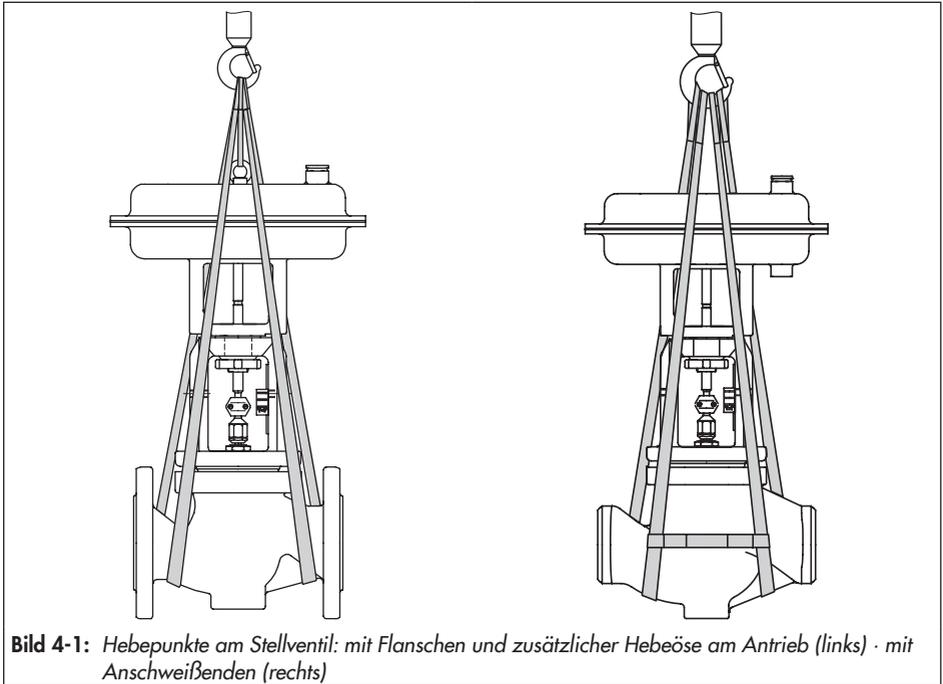

Bild 4-1: Hebepunkte am Stellventil: mit Flanschen und zusätzlicher Hebeöse am Antrieb (links) · mit Anschweißenden (rechts)
- Als Tragmittel einen Haken mit Sicherheitsverschluss verwenden (vgl. Bild 4-1), damit die Anschlagmittel beim Heben und Transportieren nicht vom Haken rutschen können.
1. Je eine Hebeschlinge an den Flanschen des Gehäuses und am Tragmittel (z. B. Haken) des Krans oder Gabelstaplers anschlagen, vgl. Bild 4-1.
1. Je eine Hebeschlinge an den Anschweißenden des Gehäuses und am Tragmittel (z. B. Haken) des Krans oder Gabelstaplers anschlagen, vgl. Bild 4-1.